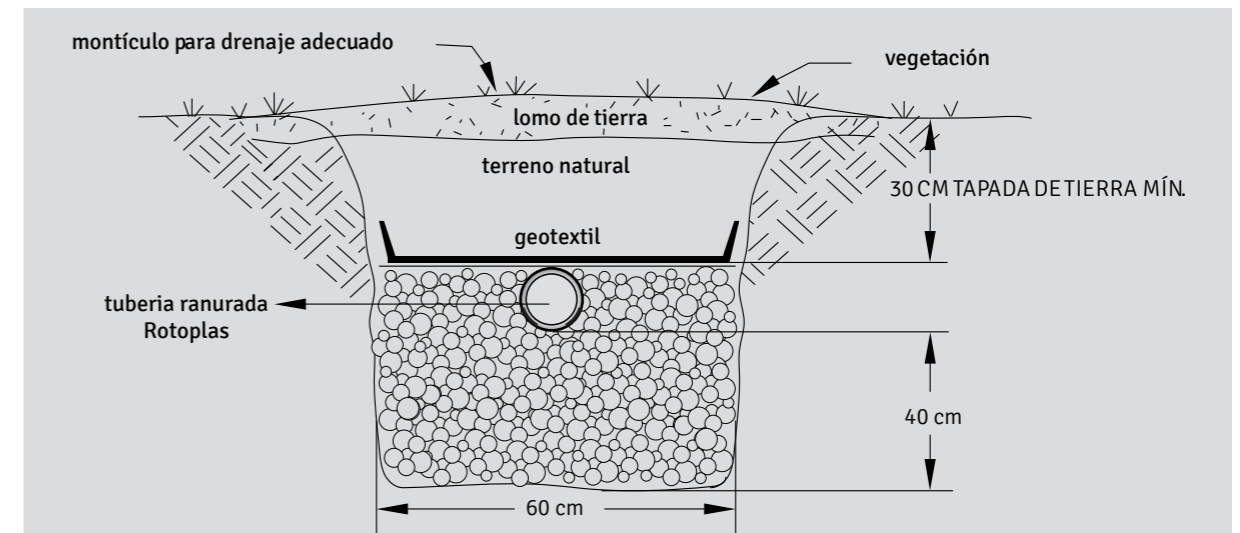

Figura 1
tenga una mayor absorción. (Figura 1)
- D. Coloque tuberías ranuradas sobre los puntos fijos con las ranuras hacia abajo, luego relleve con piedras hasta el lomo de la tubería. (Figura 1)